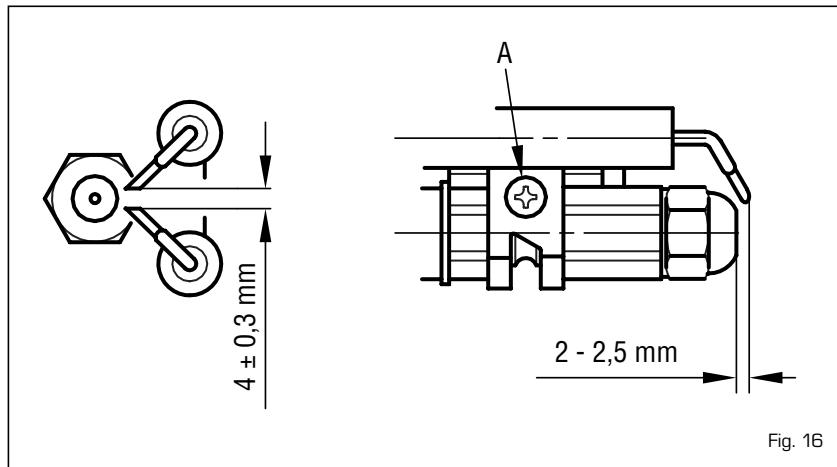

Fig. 16
4.7.2 Pulizia testa di combustione (fig. 16)
Per effettuare la pulizia della testa di combustione procedere come segue [fig. 16]:
- Allentare la vite di fissaggio (A fig. 16) del supporto elettrodi e sfilarlo.